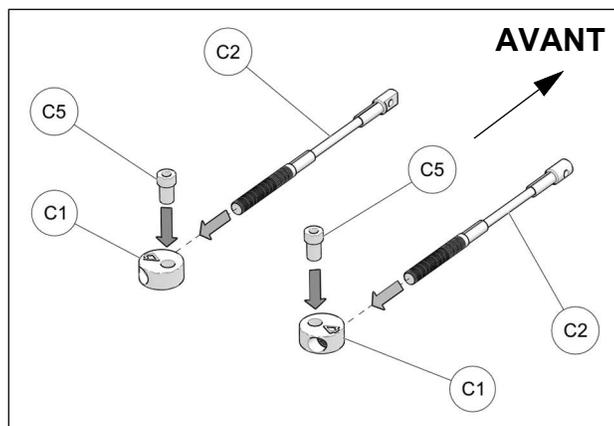

Fig. 25
12. Assembler les câbles des limiteurs de conduite (C2), les disques en aluminium (C1) et les bagues espaceurs (C5) tel que montré à la Fig. 25